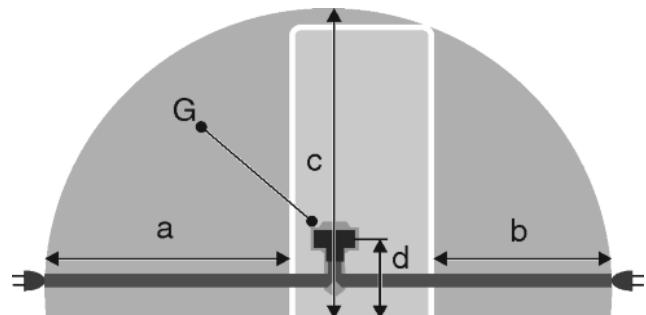

Fig. 27
- La prise de courant est en dehors de la zone postérieure de l'appareil dans la zone concernée. Fig. 27 (a, b, c)
- Introduire la la fiche de l'appareil Fig. 27 (G)au dos de l'appareil. Veiller à ce qu'elle s'introduise correctement.